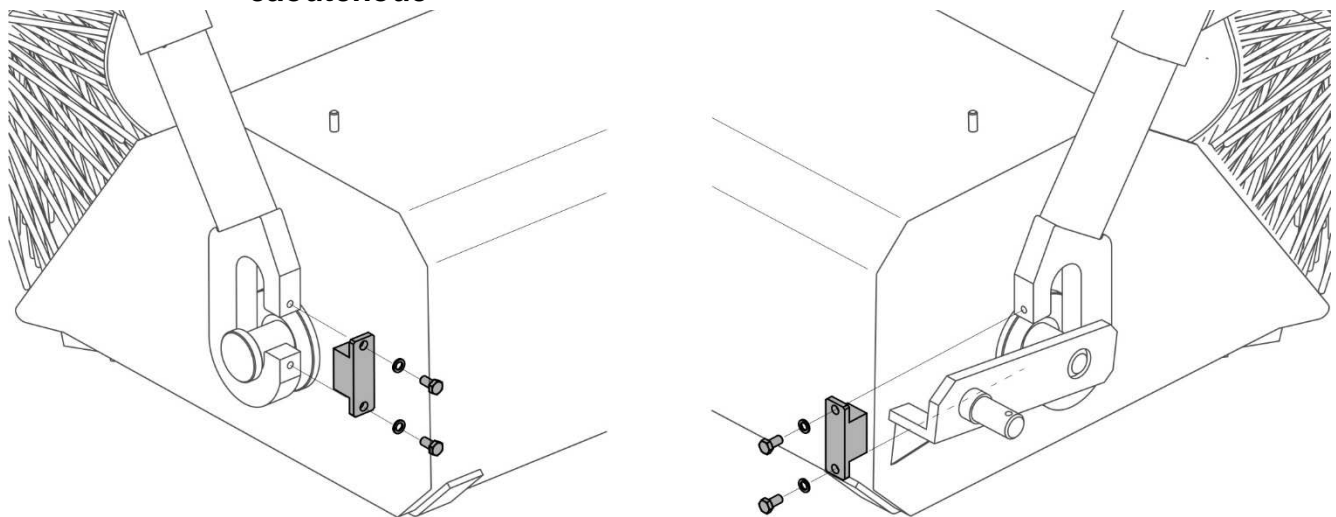

FIGURE 4.7 Enlèvement des verrouillages de crochets de suspension du bac
- Après avoir dévissé les vis de fixation, retirer les sécurités des flèches du côté droit et gauche du bac (FIGURE 4.7) et puis libérer le bac entier de crochets. Une fois toutes les opérations effectuées, la machine est prête au travail en mode de balayage sans bac de ramassage.